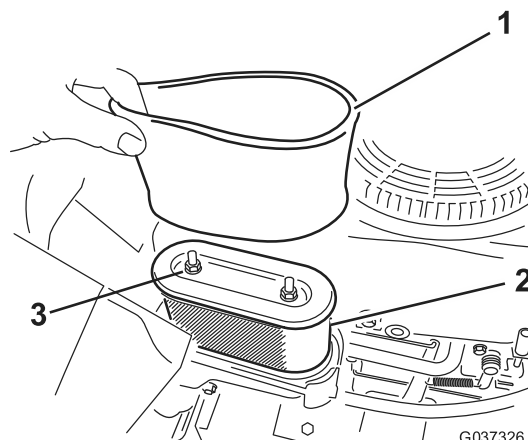

Figura 17
4. Rimuovete i 2 dadi che fissano il gruppo del filtro all'alloggiamento (Figura 17).
1. Installate il filtro di schiuma sul filtro di carta (Figura 17).
3. Fissate il gruppo del filtro all'alloggiamento utilizzando i 2 dadi (Figura 17).